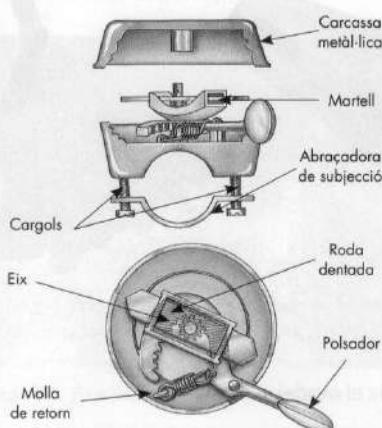

Fig. 16. Elements components del timbre d'una bicicleta.
- Està compost pels elements que s'enumeren a continuació (fig. 16):